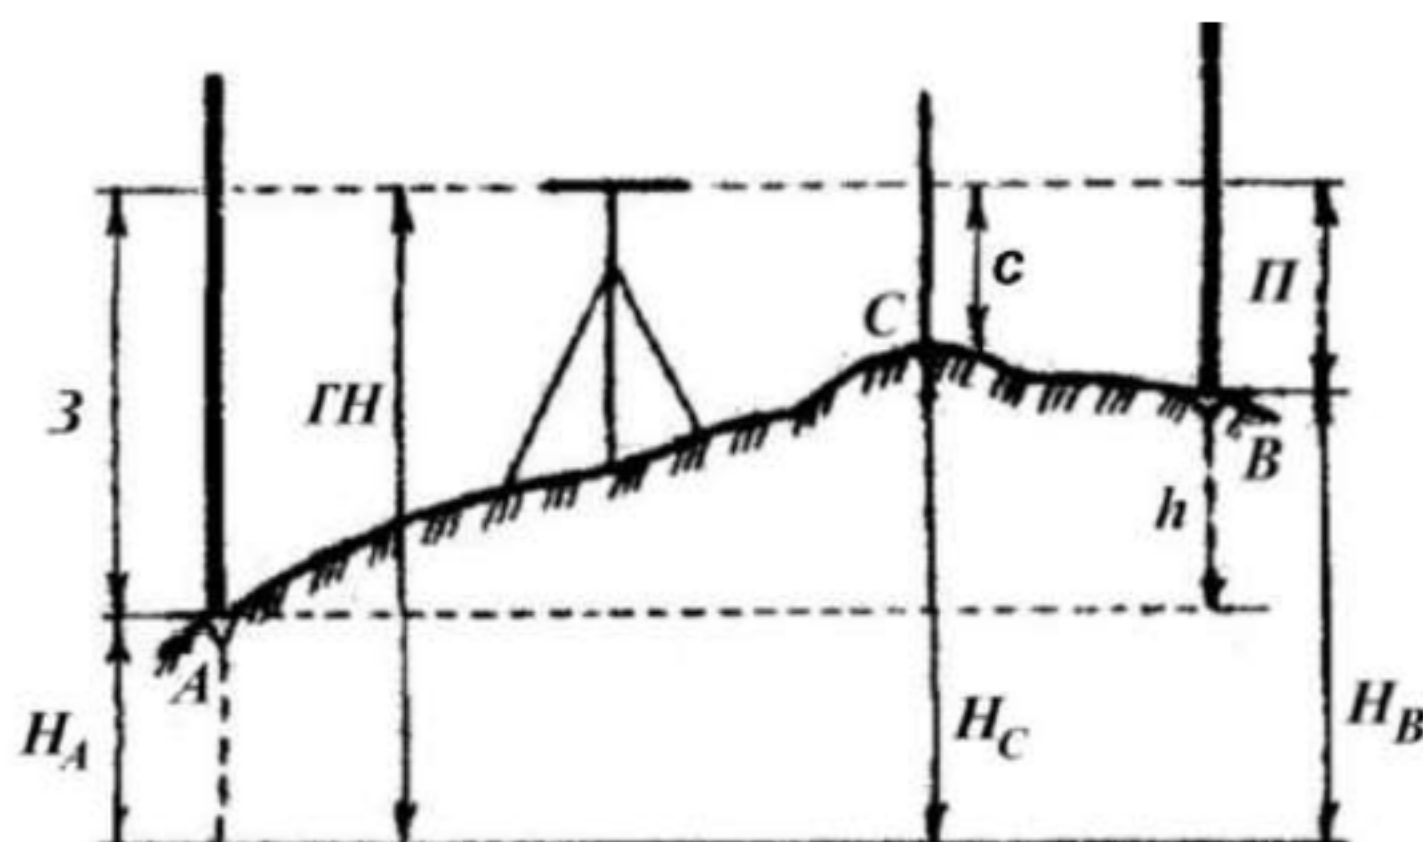

Рисунок 8 – Геометрическое нивелирование из середины
Техническое нивелирование выполняют геометрическим нивелированием из середины с помощью технических нивелиров и нивелирных реек. Для этого необходимо установить в точку А и точку В нивелирные рейки, а между ними нивелир (см рисунок 8). Направив горизонтальную визирную ось нивелира на рейки, выполняют отсчеты по черным и красным сторонам реек.
- 2) Действителен: с 19.08.2022 по 19.08.2023 через горизонт нивелира (ГН, рисунок 8).